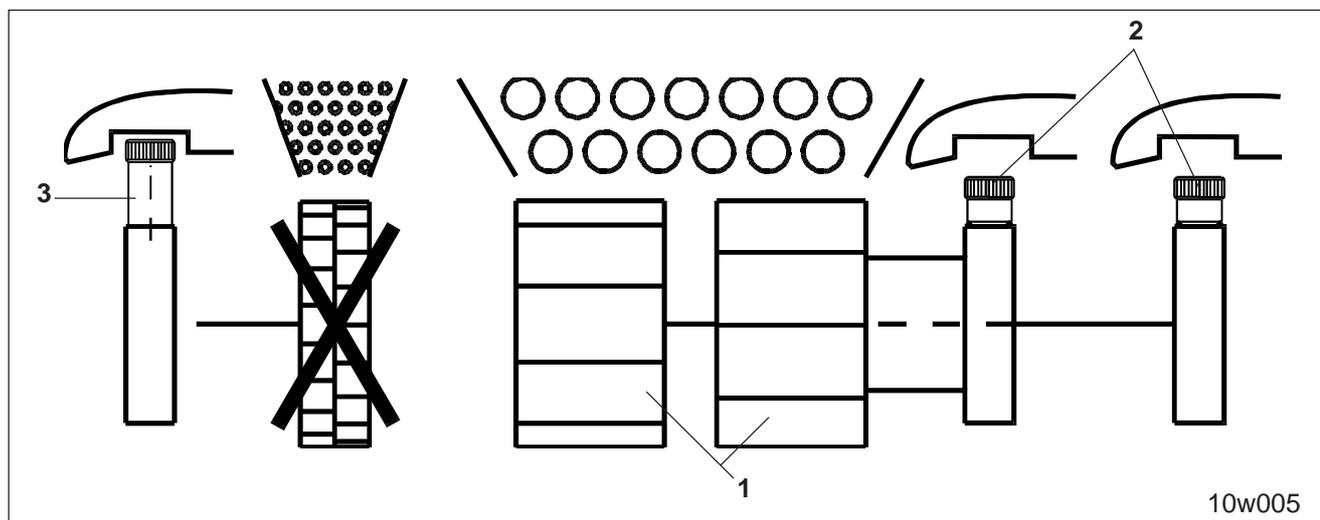

Fig. 9.5
Pour semer avec les deux roues distributrices principales (fig. 9.5/1) :
- Vissez jusqu'en butée les molettes (fig. 9.5/2) des roues distributrices principales.
- Dévissez jusqu'en butée la molette (fig. 9.5/3) de la roue distributrice fines graines.